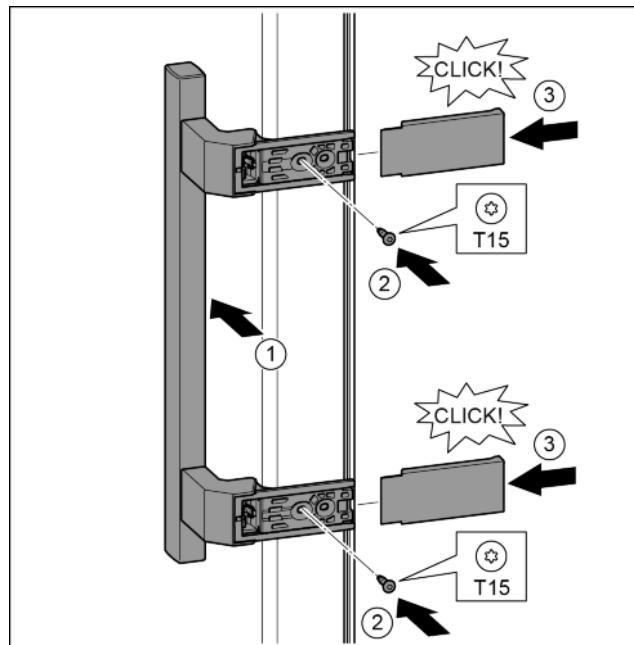

Fig. 33
- Встановіть ручку з протилежного боку. *Fig. 33 (1)*
- Закрутіть гвинти за допомогою викрутки T15. *Fig. 33 (2)*
- Встановіть кришки з боків та вставте їх. *Fig. 33 (3)*